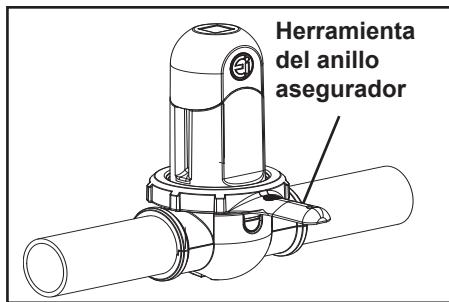

Figura 14. Anillo asegurador
13. Coloque el anillo de seguridad en la alineación adecuada, asegurándose de que la protuberancia se alinea con la rosca superior (ver Figura 14).
14. Atornille el anillo con la abrazadera de rosca usando la herramienta de anillo de seguridad (véase la Figura 14).